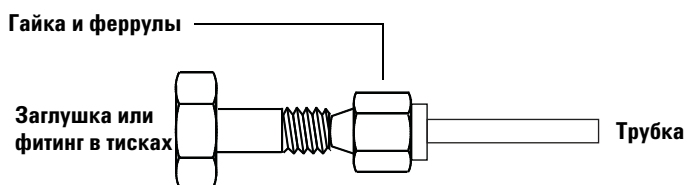

Рис. 8 Сборка фитинга
- 3 Вставьте трубку в заглушку из нержавеющей стали (Рис. 8).